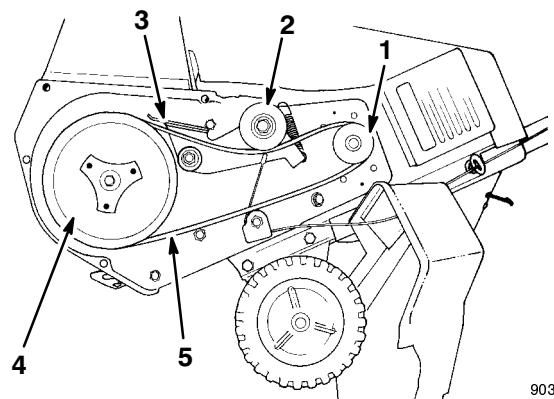

Figure 20
12. Tirez légèrement la poulie folle vers le haut tout en sortant la courroie d' entraînement. Laissez la poulie se détendre progressivement quand elle a dépassé la courroie (Fig. 20).
15. Relâchez la poulie folle et glissez la courroie au-dessous (Fig. 20).